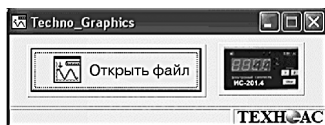

рис.16
1) Запустить программу TG. На экране ПК открывается диалоговое окно (рис. 16)